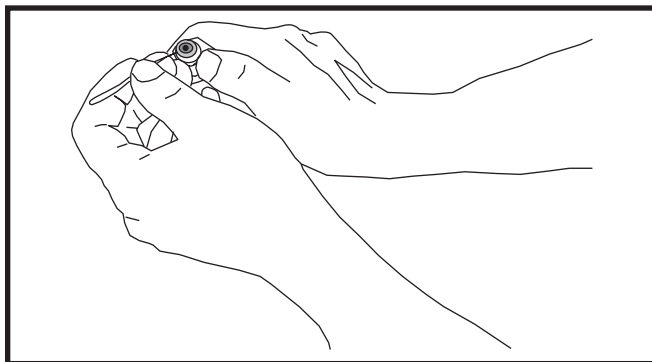

Figure 3. Démontage de l'orifice
2. Insérez un crochet en fil métallique léger entre le corps de soupape et l'orifice calibré en prenant soin de ne pas égratigner ces pièces. Retirez délicatement l'orifice calibré du corps de la soupape. Voyez la Figure 3.